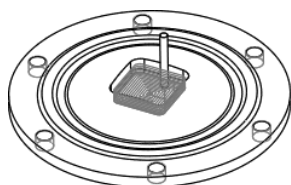

图 19.4.20 刀具路径
Step3. 单击“播放路径”对话框中的  按钮，观测刀具的路径，其刀具路径如图 19.4.20 所示。